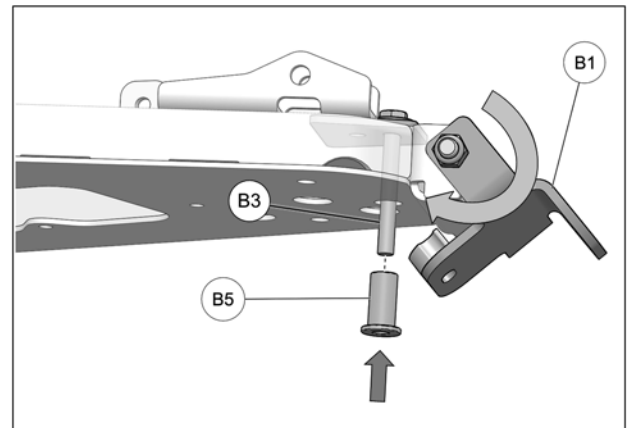

Fig. 7
7. Glisser l'espaceur (B5) sur le boulon (B3), précédemment inséré dans le bras de suspension. Pivoter ensuite l'arrière de l'ancrage (B1) vers le haut sur le boulon et bloquer l'espaceur en place. Voir la Fig. 7